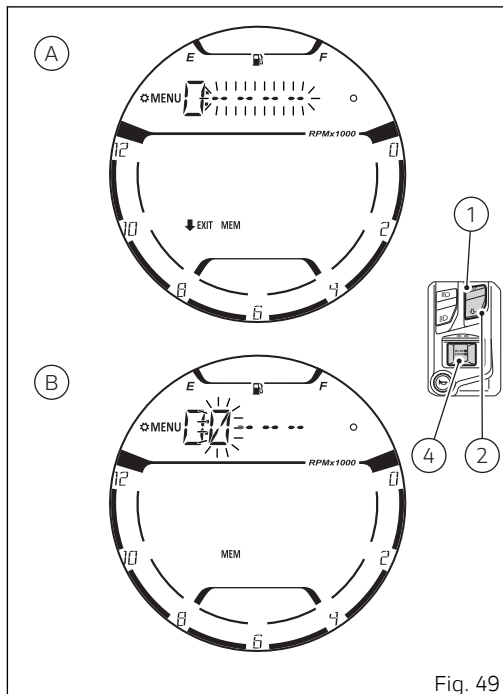

Fig. 49
- Si el código PIN no es correcto, el salpicadero visualiza durante 2 segundos la indicación "ERROR" parpadeante y sucesivamente vuelve a evidenciar la línea de cuatro puntos " - - - - " relativos al PIN para permitir un nuevo intento de introducción del (A, Fig. 49).